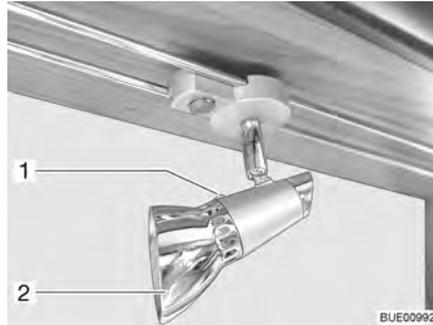

Fig. 238 Faretto alogeno (mobile)
- Svitare la vite di fissaggio (Fig. 238,1).
- Rimuovere il paralume (Fig. 238,2).